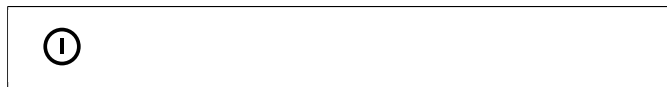

Abb. 7: ON/OFF und ON/OFF STATUS
1. Bewegen Sie die Hand vor dem Display, damit es aufleuchtet. **ON/OFF** ist markiert (leuchtet heller) (siehe **Abb. 7**, Seite 6).